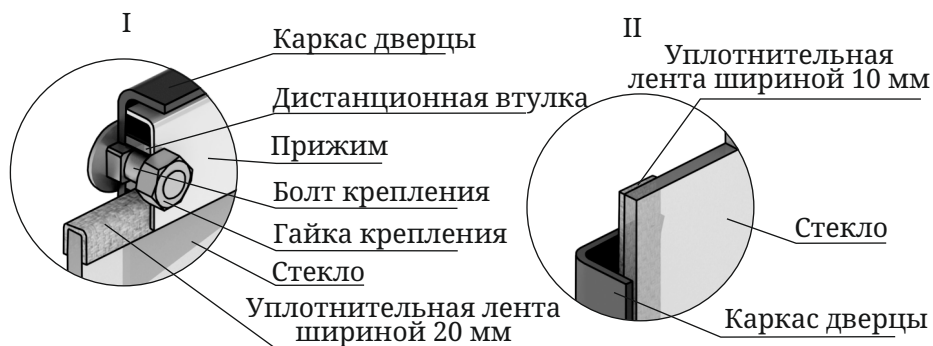

Рисунок 17. Крепление светопрозрачного экрана дверцы модификации «Витра»
1. Отверните две гайки, фиксирующие прижим (рисунок 17.И), демонтируйте его и дистанционные втулки.
3. Возьмите новое стекло. Если на нем нет уплотнительных лент, наклейте их: лента шириной 20 мм наклеивается сверху и снизу стекла «П» - образно (рисунок 17.И), лента шириной 10 мм наклеивается вертикально, вдоль боковых сторон стекла (рисунок 17.И).
4. Вставьте стекло в упор, при этом лента, наклеенная с боковых сторон (вертикальная) должна быть зажата между стеклом и каркасом дверцы (рисунок 17.И).
Внимание! Гайки, крепящие прижим накручиваются на болты крепления через дистанционные втулки (рисунок 17.И).